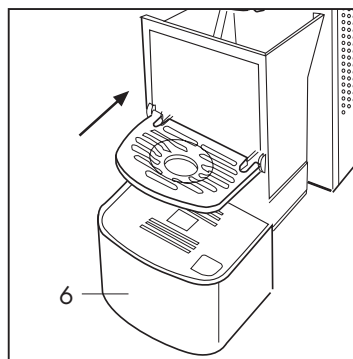

Fig. 25
Svuotare il portacapsule e risciacquare. Pulire la vaschetta e la griglia dai residui di acqua e caffè. Una volta pulito, rinserire la vaschetta con il portacapsule ed inserire nuovamente il bicchiere (13) correttamente nella propria sede (**Fig. 25**)